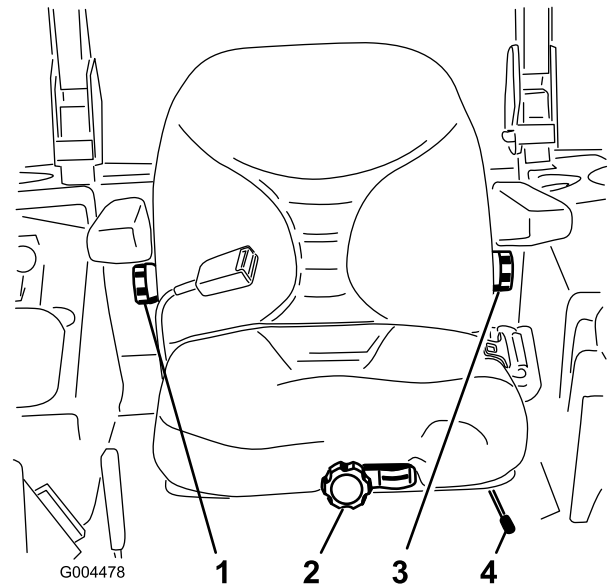

Figura 23
1. Mueva la palanca lateralmente para desbloquear el asiento (Figura 23).
Para ajustarlo, gire el pomo situado debajo del reposabrazos derecho en cualquier sentido hasta encontrar la posición más cómoda (Figura 23).
Para ajustarlo, gire el pomo situado debajo del reposabrazos izquierdo en cualquier sentido hasta encontrar la posición más cómoda (Figura 23).